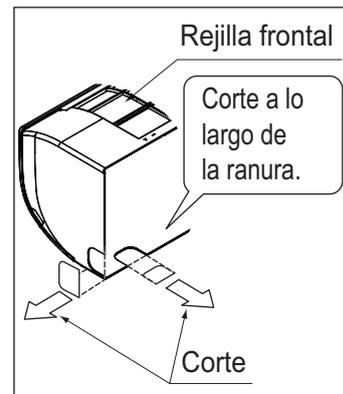

Fig. 4
- Si utiliza los tornillos de fijación para el panel de instalación (2), sujete con 4 tornillos como mínimo en cada lado (8 tornillos en total de (clase 15-32) y 9 tornillos de (clase 40-63)) en la posición de instalación recomendada en el plano de instalación que se incluye (3).
**(3) En caso de emplear las posiciones izquierda, abajo izquierda, derecha o abajo derecha para la tubería, corte el agujero pasante para la tubería delante de la rejilla. (Refiérase a la Fig. 4)**